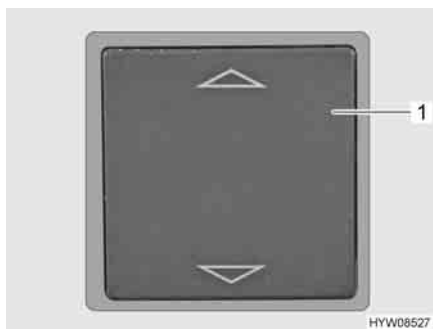

Fig. 11 Tasti per il ripostiglio con comando elettrico di regolazione altezza
- Premere la metà superiore dell'interruttore a bilico (Fig. 11,1) nell'area del piano di lavoro.
- Premere la metà inferiore dell'interruttore a bilico (Fig. 11,1) nell'area del piano di lavoro.